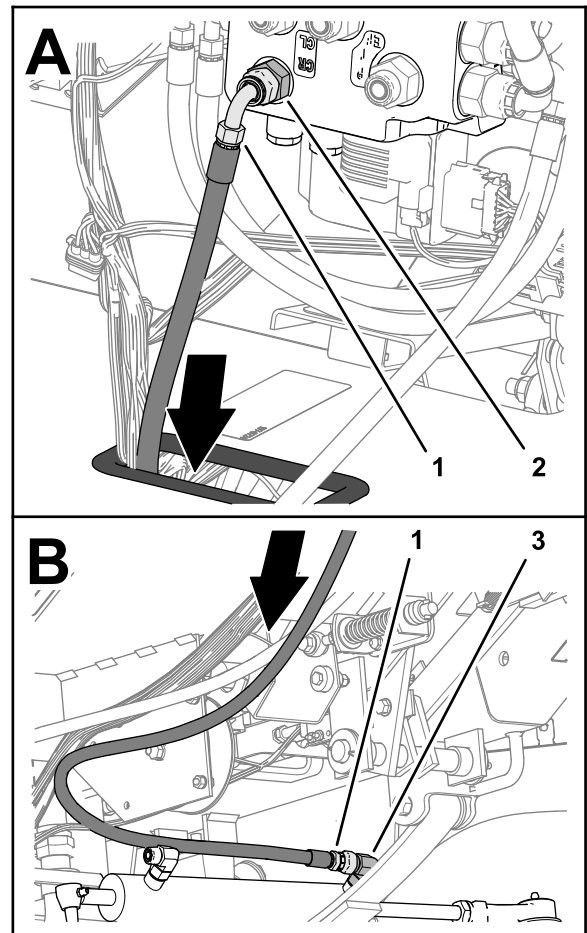

Figura 121
1. Enrute el extremo de la manguera de 6 mm x 1397 mm ($\frac{1}{4}$ " x 55") con acoplamiento recto a través del anillo de goma de la chapa de suelo (Figura 121).
2. Monte el acoplamiento de 90° de la manguera de 6 mm x 1397 mm ($\frac{1}{4}$ " x 55") en el acoplamiento del orificio CR de la válvula de dirección EHI (Figura 121).
5. Monte el acoplamiento recto de la manguera de 6 mm x 1397 mm (1/4" x 55") en el acoplamiento de 90° del orificio de retracción del cilindro de dirección, y apriete ambos acoplamiento (Figura 121).